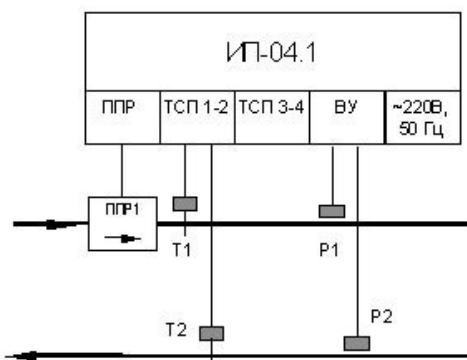

Рис.1 Применение теплосчетчика ФОРТ-04.1.0 для закрытой системы теплоснабжения (ППР на подающем трубопроводе).
**ФОРТ-04.1. 0.** – для закрытых систем теплоснабжения. ППР устанавливается на подающем трубопроводе. Т1, Т2 – на подающем и обратном трубопроводах (рис. 1).